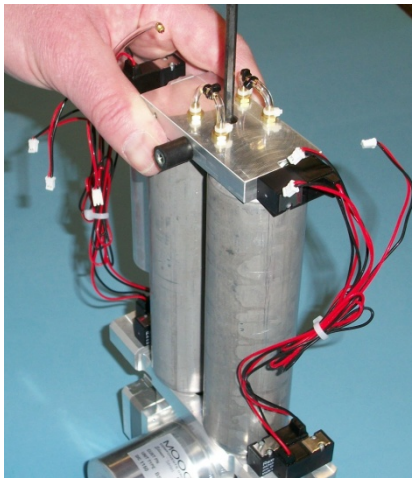

Abbildung 5.18
2. Stellen Sie die PRV-Baugruppe aufrecht auf und lösen Sie die mittlere Schraube mit einem 5/32"-Innensechskantschlüssel. (Siehe Abbildung 5.18).